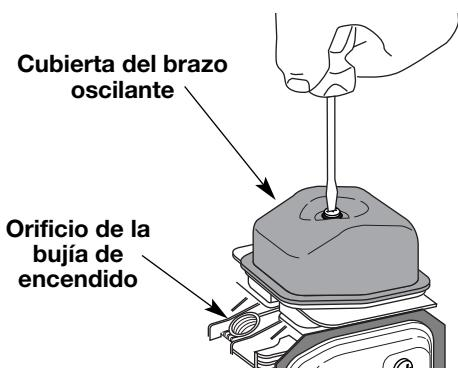

Fig. 36
7. Limpie la suciedad de alrededor de la cubierta del brazo oscilante. Saque el tornillo que sostiene la cubierta del brazo oscilante con un destornillador grande de vástago plano o con una broca Torx T-25 (Fig. 36). Saque la cubierta y la junta del brazo oscilante.
• El pistón se encuentre en la parte superior de su recorrido mientras mira dentro del orificio de la bujía de encendido (Fig. 36).